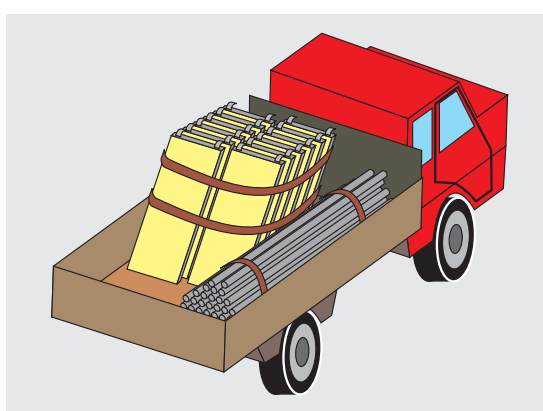

Fig. 15
- **Arrimage du matériel:** le matériel est solidement arrimé de manière à ne pas bouger lors du transport (fig. 15). Cette préparation facilite aussi le déchargement et la répartition du matériel.